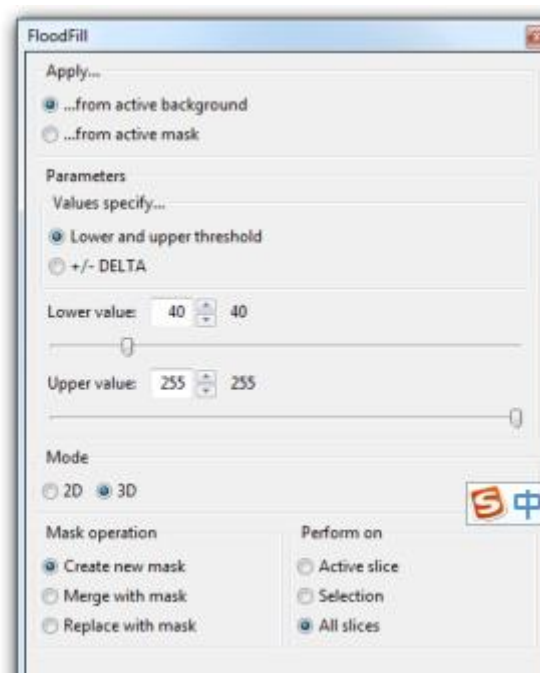

图 1-8 Floodfill 面板
3. 在 **FloodFill** 面板中（如图 1-8）：